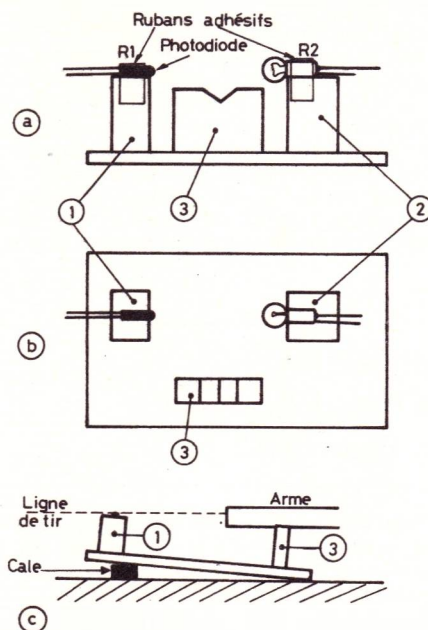

Fig. 15. — Disposition de la photodiode, de l'ampoule et du bloc de bois supportant le canon de l'arme.
En D, comme on l'a vu plus haut, le projectile intercepte un faisceau lumineux. Pour qu'il agisse efficacement, il faut prendre certaines précautions. La meilleure solution est celle qu'indique la figure 15 (en (a) vu par le côté du tireur, en (b) vu de dessus). La photodiode P est fixée par un ruban adhésif R₁ sur un premier bloc de bois (dimensions, par exemple, 20 x 30 mm, hauteur 40 mm), le bloc (1). L'ampoule L (du type 3,5 V 0,2 A classique de lampe de poche), avec des fils d'alimentation soudés sur son culot, est fixée sur un second bloc de bois (2), à peu près de la même taille que le premier, laissant entre l'ampoule et le bout de la photodiode un espace de l'ordre de 50 mm.
On s'arrange à incliner plus ou moins dans le sens adéquat la planche support de l'ensemble (fig. 15 c), pour que la ligne de tir passe exactement entre l'ampoule et la photodiode. Comme le canon de l'arme, appuyé sur l'entaille en V de la pièce (3) dépasse un peu cette entaille, l'inclinaison de ce canon par rapport à la planche permet de régler la position de la ligne de tir avec une grande précision.
On vérifie alors que, en éclairant la photodiode par une bonne lampe de poche à environ 15 cm et bien dans l'axe de la photodiode, on fait remonter à + 5 V environ le potentiel du collecteur de T_1 par rapport à la masse. On peut alors disposer la photodiode et l'ampoule comme il est indiqué sur la figure 15. L'alimentation de l'ampoule sur pile est une quasi-nécessité, pour éviter une modulation importante de la lumière à 100 Hz dans le cas d'une alimentation de l'ampoule en basse tension alternative (les filaments de ces petites ampoules ont très peu d'inertie thermique).